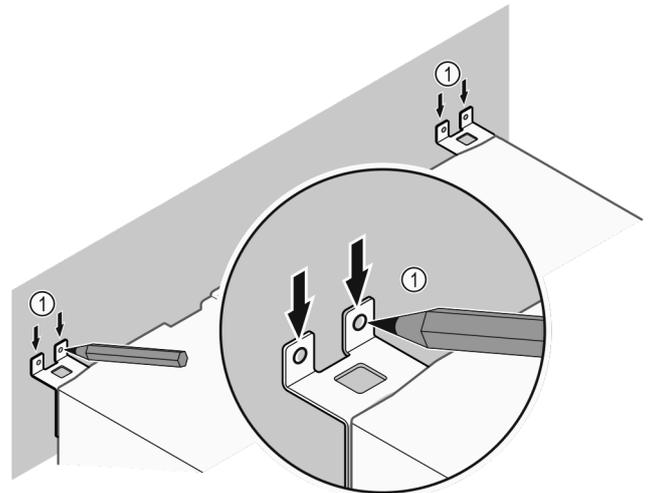

Fig. 9
u Markierungen an der Wand setzen Fig. 9 (1).